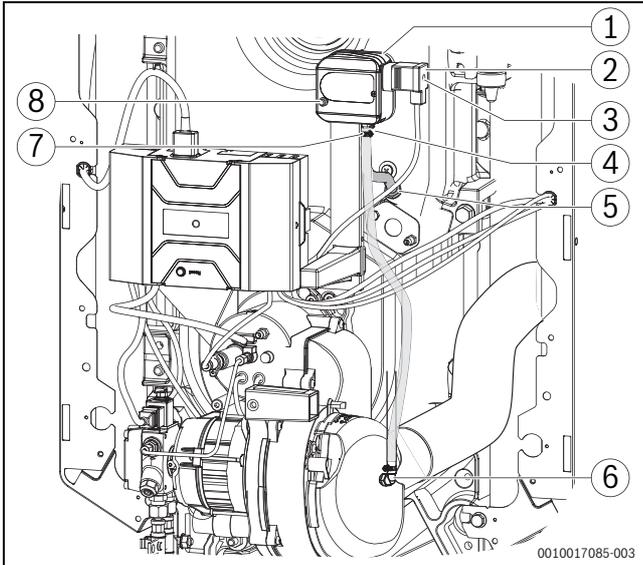

Bild 34 Brenner mit Druckwächter
- ▶ Sicherungsschraube [3] am Anschlussstecker [2] des Druckwächters [1] lösen und Anschlussstecker abziehen (→ Bild 34).
- ▶ Bei Teileaustausch im Reparaturfall auf die korrekte Zuordnung der Messleitungen gemäß Bild 34 achten!